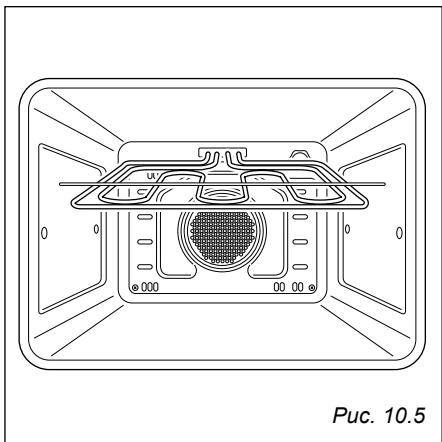

Рис. 10.5
- Гриль крепится на задней стенке духового шкафа на шарнирах, которые позволяют отводить его вниз для облегчения процесса чистки верхней панели духового шкафа (Рис. 10.5).
Гриль крепится на задней стенке духового шкафа на шарнирах, которые позволяют отводить его вниз для облегчения процесса чистки верхней панели духового шкафа (Рис. 10.5).
- После извлечения скользящих полочек облегчается доступ к верхней поверхности духового шкафа при его чистке (после отведения нагревательного элемента гриля в нижнее положение – рис. 10.5).